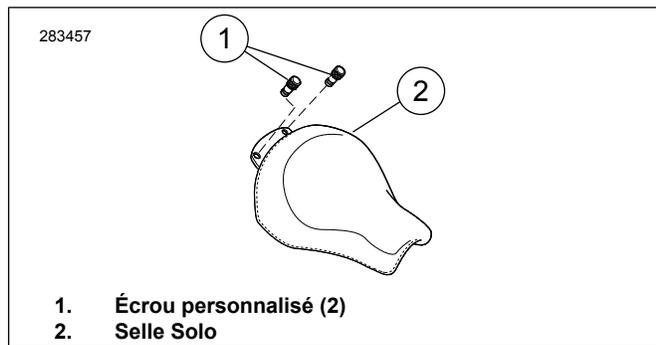

Figure 3. Selle solo
1. Voir la figure 3. Installer une nouvelle selle solo (2).
2. Installer des écrous personnalisés (1) sur les goujons.